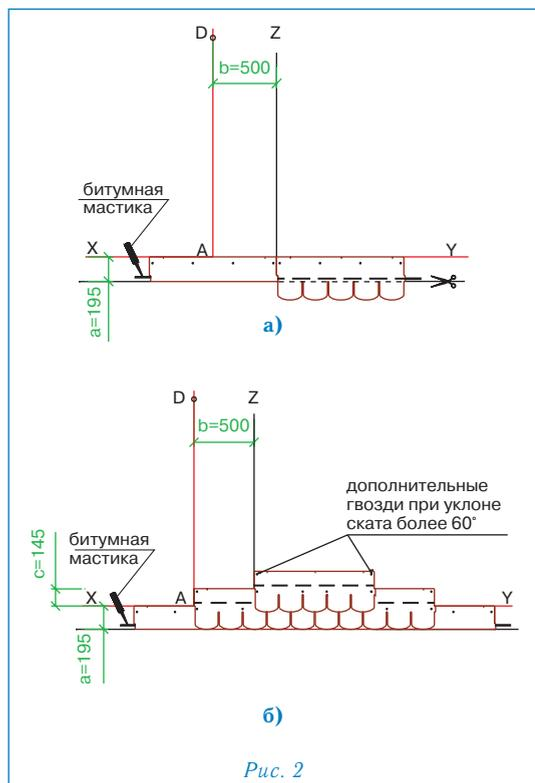

Рис. 2
Укладка материала (рис. 2)
- Начальный ряд формируется из листов черепицы ПРЕСТИЖ ТРАДИШНЛ, обрезанных по линии, образованной конечными точками вырезов. Полученные таким образом полосы шириной 19,5 см укладываются по линии карниза в обе стороны от линии Z (рис. 2а) и фиксируются по нижнему краю битумной мастикой, а по верхней кромке 4 гвоздями (ось гвоздей на 5 см ниже верхнего края полосы);
- далее первый ряд черепицы укладывается от линии AD (рис. 2б);
- второй ряд укладывается от линии Z (со смещением 50 см от AD) (рис. 2б);